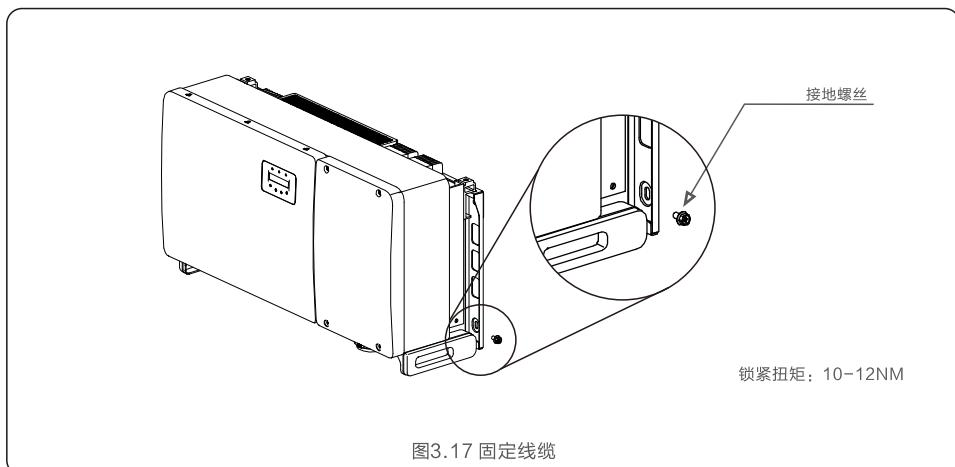

图3.17 固定线缆
6. 将接地线连接到散热器上的接地点，并拧紧接地螺栓，扭矩为10–12Nm（见图3.17）。